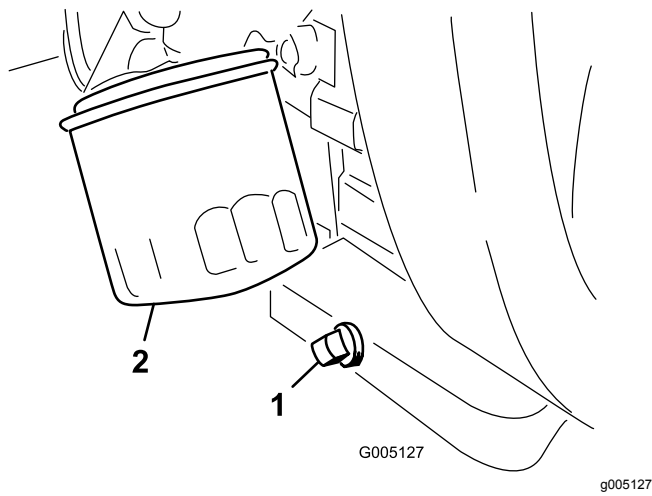

Bild 42
- Entfernen Sie die Ablassschraube (Bild 42) und lassen Sie das Öl in die Auffangwanne ab.
2. Reinigen Sie das Gewinde der Ölablassschraube, bringen Sie etwas PTFE-Dichtmittel auf und schrauben Sie die Ablassschraube wieder auf (Bild 42).
3. Entfernen Sie den Ölfilter (Bild 42).